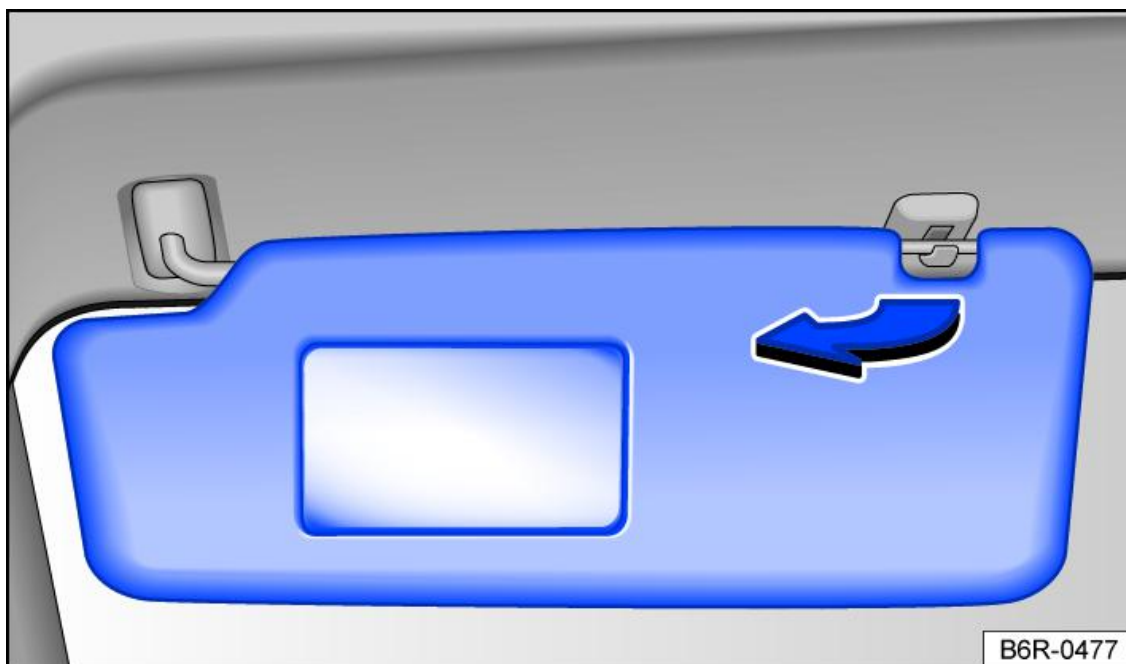

Fig. 1 Aletta parasole nella parte anteriore del sottocielo
- Staccate dal supporto e spostate verso la porta → *fig. 1* (freccia).